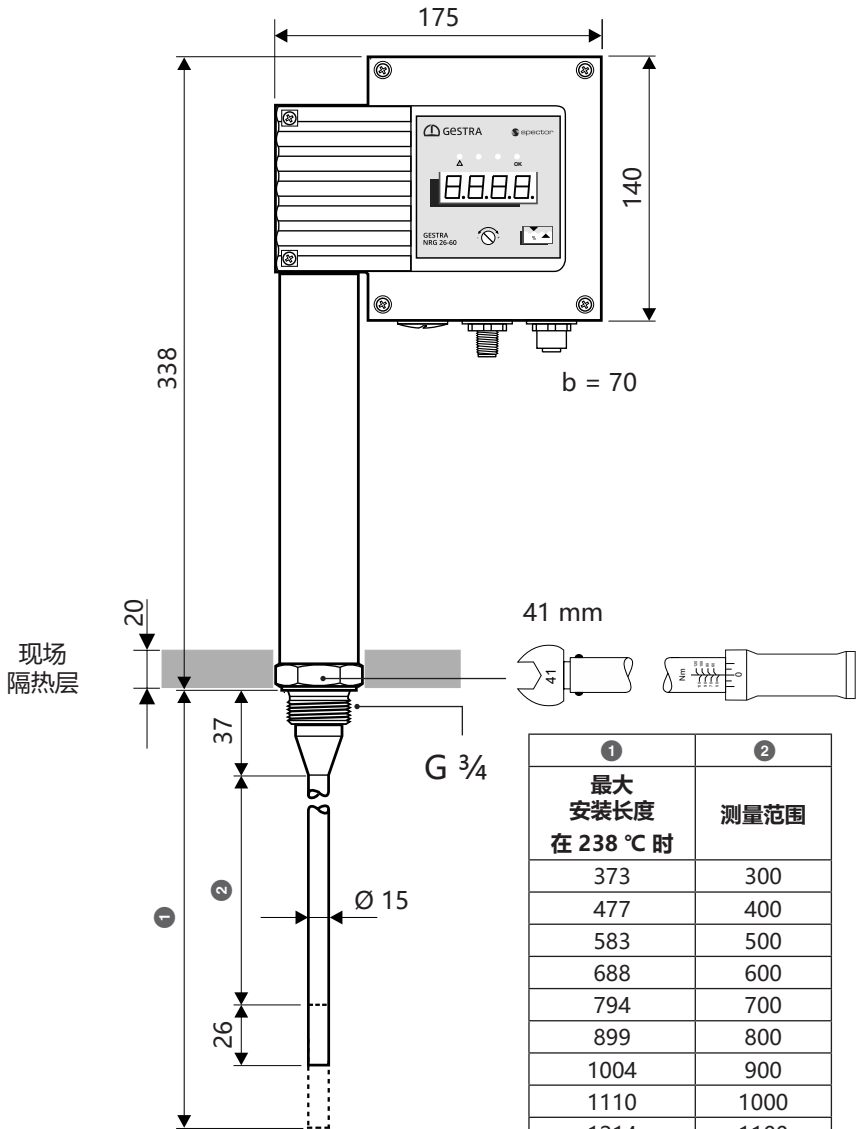

图 6
- 螺纹 G $\frac{3}{4}$ A, EN ISO 228-1, 见图 6